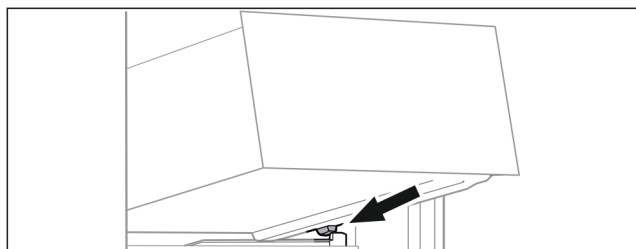

Fig. 79
- Nasad'te zásuvku šikmo za zarážky na žebrování na nádoby. (viz Fig. 79)